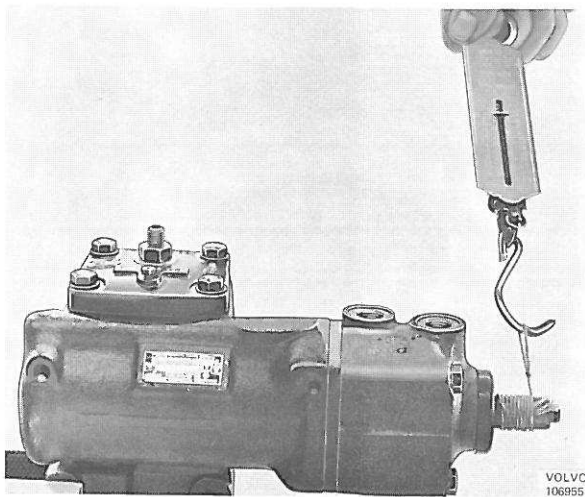

Figure 123. Contrôle du couple de rotation
15. Monter les aiguilles dans le roulement (14). Poser le joint torique (15) dans le couvercle. Monter le couvercle en dévissant la vis de réglage (11) jusqu'à ce que le couvercle soit bien appliqué sur le boîtier. Monter provisoirement le contre-écrou (17). Poser en place les rondelles (20) et les vis (19). Couple de serrage 31 Nm (3,1 m.kg). Monter le capot caoutchouc (52).
16. Monter la bague d'étanchéité (2) en se servant du mandrin 4028. Poser le jonc de verrouillage (1) en place. Enlever le ruban adhésif.
17. Tourner la tige de commande de direction jusqu'à l'une des positions extrêmes. Contrôler le couple de rotation nécessaire à environ 1/2 tour de la position terminale, figure 123. Placer la tige de commande de direction en position centrale.